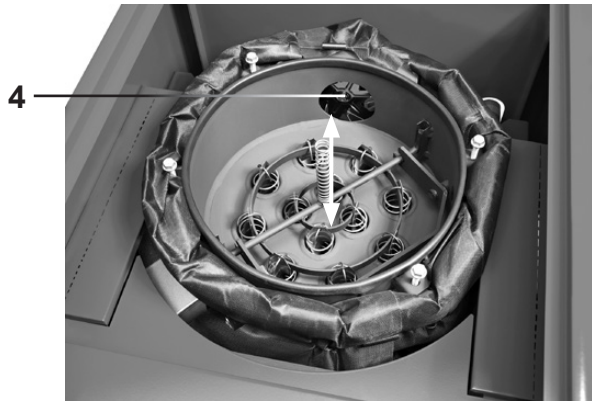

Bild 08
2. Regulatoreinheit ca. 20 cm nach oben ausfahren (Bild 08) und einige Male kräftig nach oben und unten bewegen (ca. 10-20 cm).
4. Flügelrad (4) des Saugzuggebläses mit Pinsel und Staubsauger reinigen; eventuell vorhandene Verkrustungen mit Schaber entfernen.